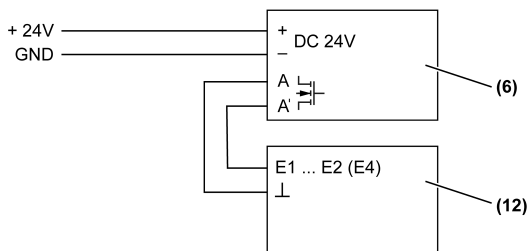

Imagen 10: Conexión a Controlador PI climatización con entrada binaria de 4 canales, Controlador PI climat. sin rueda, con entrada bin. de 4 canales, Sensor CO₂
- (Imagen 10) (12) Controlador PI climatización con entrada binaria de 4 canales, n° art.: ..2178TS, Controlador PI climat. sin rueda, con entrada bin. de 4 canales, n° art.: ..2178 ORTS., Sensor CO₂, n° art.: CO2..2178..